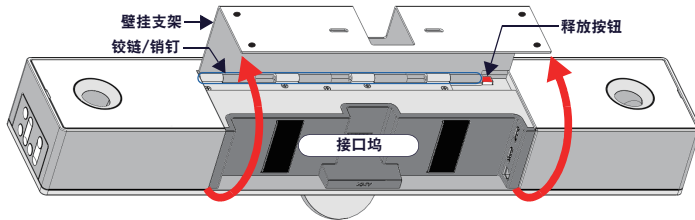

FIG. 2 ACV-5100 底部图 - 打开壁挂支架
2. 按住**释放按钮**，向右滑出支架（位于按钮上方），可将支架的销钉从音箱的铰链上卸下（FIG. 2）。
- 根据实际应用需求完成接线 - 打开壁挂支架即可进入接口坞 (见 FIG. 2)。